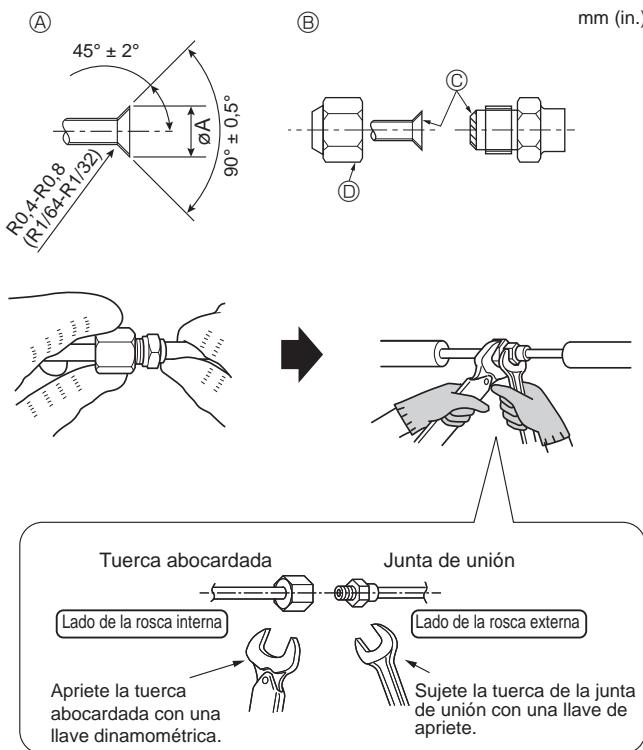

Fig. 4-2
4.2. Tubos de conexión (Fig. 4-2)
4.3. Trabajo de instalación de la tubería del refrigerante (Fig. 4-2)